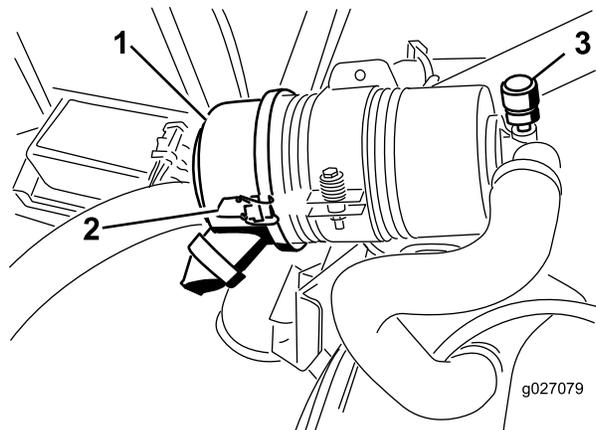

図 52
エアクリーナのフィルタの整備は、インジケータが赤色になってから行ってください 図 52。早めに整備を行っても意味がありません。むしろフィルタを外したときにエンジン内部に異物を入れてしまう危険が大きくなります。
2. エアクリーナのカバーをボディに固定しているラッチを外す 図 52。